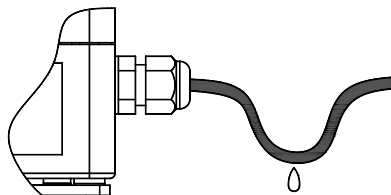

Рисунок 8.9
8.4.7 Для предотвращения скапливания конденсата непосредственно перед герметичным вводом и попадания внутри ПМ влаги рекомендуется сделать небольшой прогиб кабеля (см. рисунок 8.9).